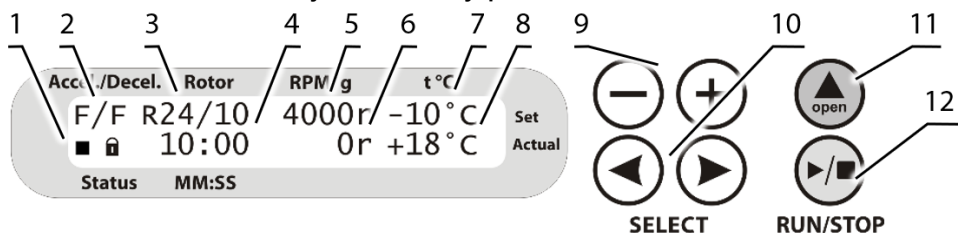

Рисунок 6. Панель управления LMC-4200R
- Установленную температуру рабочей камеры, в °C (только **LMC-4200R**, рис. 6/7);
- Текущая температура рабочей камеры, в °C (только **LMC-4200R**, рис. 6/8).
5.5.5 Температура камеры (рис. 6/7, только для **LMC-4200R**). Выставьте температуру камеры, шаг 1 °C. Охлаждение начинается независимо от центрифугирования.